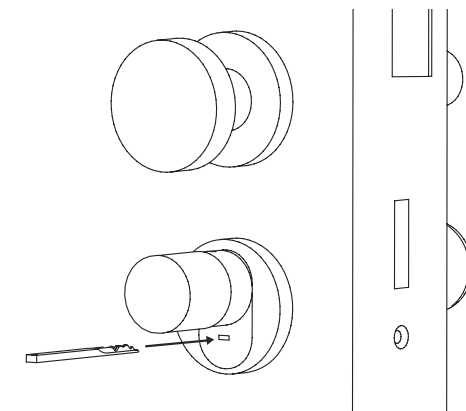

Fig. 11
- 1 Pour ouvrir la serrure, ouvrez la clé de secours au niveau de la charnière puis engagez-la dans la fente pratiquée dans le couvercle de la serrure d'urgence (Fig. 11).